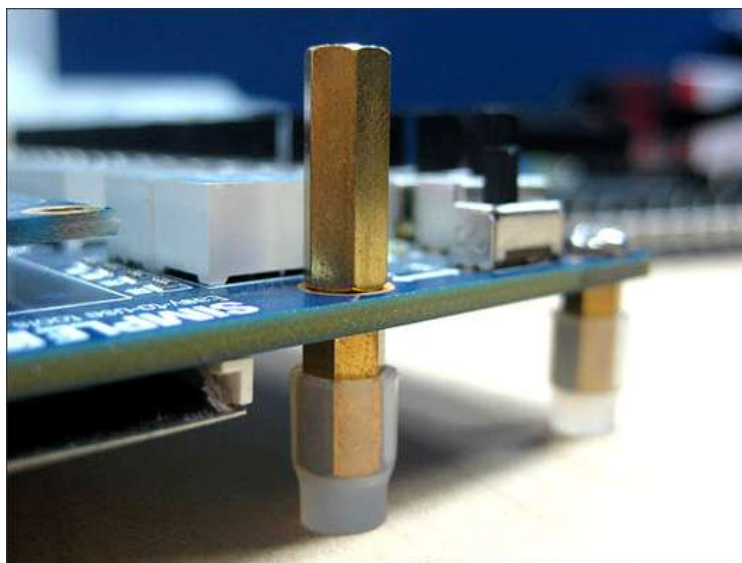

图 1-2 DE2-115 开发板的基脚
- 如图 1-2 所示，给板子上的 6 个铜脚各套上一个橡皮脚